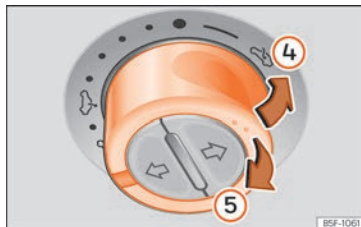

Fig. 16 Nel rivestimento interno del tetto: premere l'interruttore e tirarlo per alzare e chiudere il tettuccio.
- Ribaltamento all'indietro: girare la manopola sulla posizione »» fig. 16 ④. Per ottenere una posizione intermedia, mantenere la manopola attiva fino alla posizione desiderata.
- Abbassare: girare la manopola sulla posizione »» fig. 16 ⑤. Per ottenere una posizione intermedia, mantenere la manopola attiva fino alla posizione desiderata.